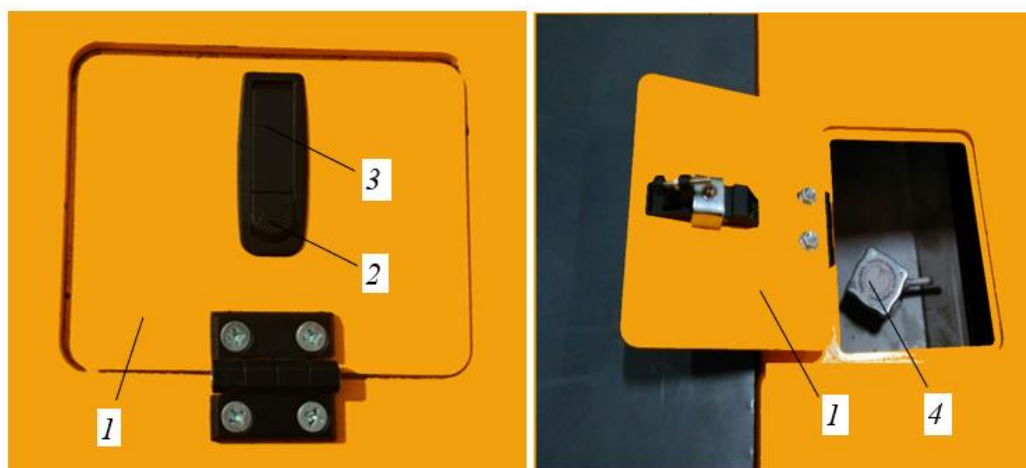

Рисунок 3.88. Лючок в лобовине рамы
- ▶ Открыть крышку лючка в лобовине рамы см. рис. 3.88.
Для открытия лючка необходимо нажать на фиксатор замка 2, поднять вверх до упора замок крышки лючка 3, открыть крышку лючка 1, как показано на рис. 3.88 справа.
- ▶ Осторожно, приоткрыть крышку наливной горловины 4, рис. 3.88, повернув ее против направления часовой стрелки.
- ▶ Открыть крышку наливной горловины 4, рис. 3.88.
► Снять крышку наливной горловины 4, рис. 3.88.
- ▶ Закрыть крышку наливной горловины 4, рис. 3.88;
- ▶ Заккрыть крышку наливной горловины поз. 4, рис. 3.88.